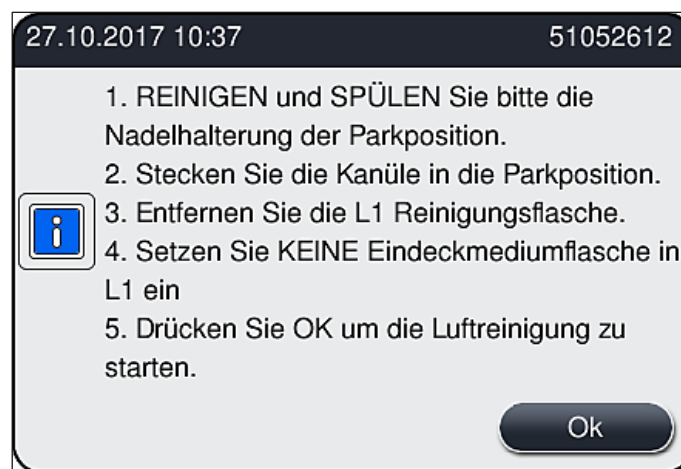

Abb. 106
4. Die nächste Meldung (→ Abb. 106) mit Anweisungen beachten und mit der Taste **Ok** bestätigen.